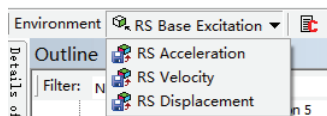

图 12-15 边界激励条件设置
1) 选择 Mechanical 界面左侧 Outline 树结构图中的 Response Spectrum (B5), 在工具栏中选择 RS Base Excitation> RS Displacement, 如图 12-15 所示, 此时在树结构图中出现 RS Displacement 对象。